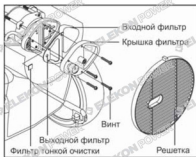

Рис. 14. Входящий, выходной фильтры и фильтр тонкой очистки
- Снимите решетку вентилятора (рис.14)